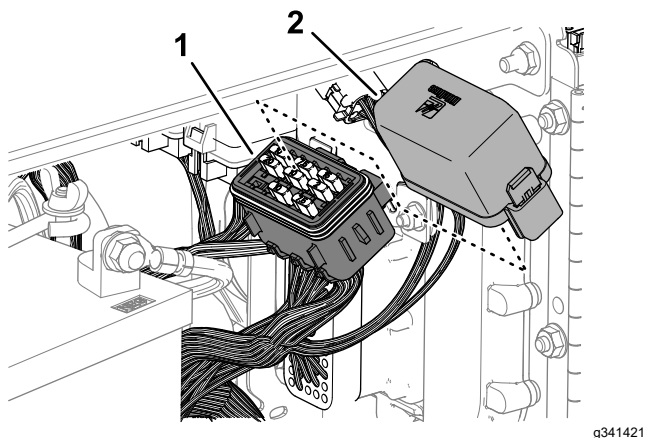

Figura 172
2. Rimuovete il coperchio dal portafusibili (Figura 172).